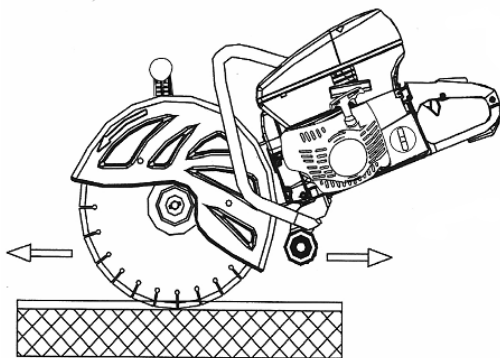

Figure 11
- Placez la pièce comme indiqué dans la figure 11.